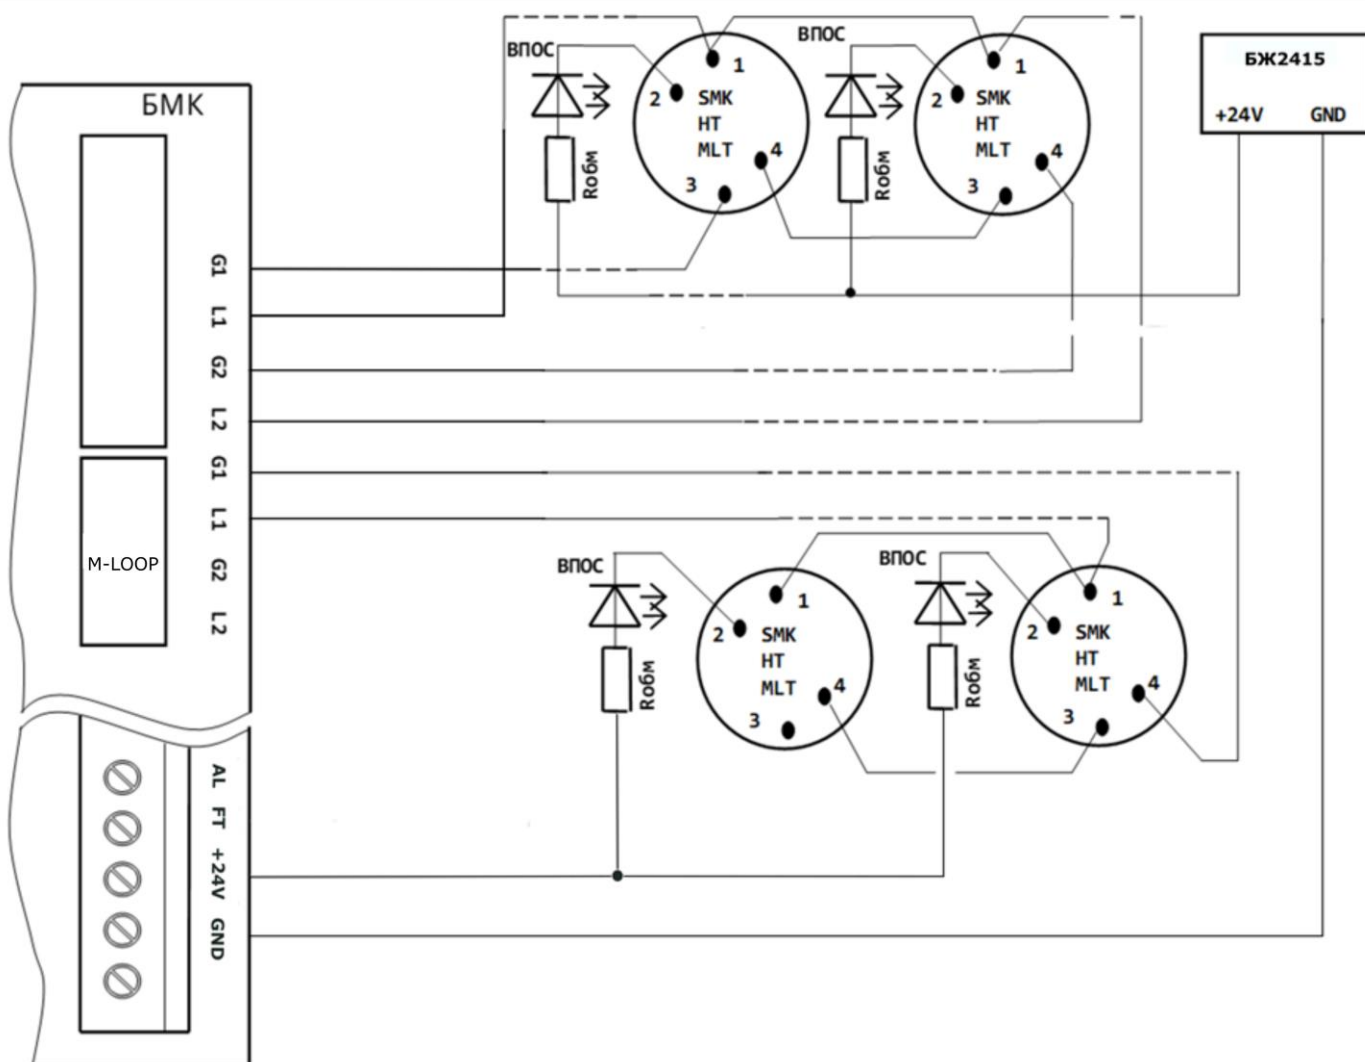

Рисунок 4.2.2 – Приклади підключення ВПОС
4.2.10 За необхідності до сповіщувачів приєднують ВПОС. Приклади схем приєднання (кільцевого або радіального до ППКП або модуля розширення M-LOOP) показані на Рис. 4.2.2.
3) струм живлення ВПОС повинен бути вибраний відповідно до їх ЕД і повинен забезпечувати чітку візуалізацію пожежної тривоги. Цей струм забезпечують за рахунок застосування $R_{\text{обм}}$ (Рис. 4.2.2): $R_{\text{обм}} = (U_{\text{живл}} - 2 \text{ В}) / I_{\text{ВПОС}}$;